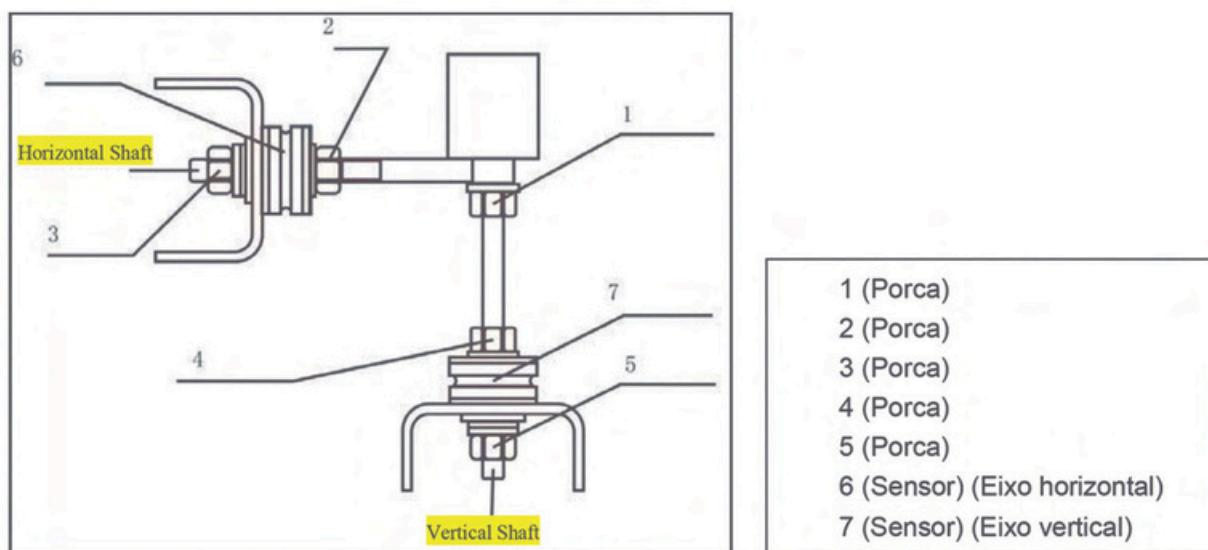

Figura 12-1.
- ① Solte as porcas N° 1,2,3,4,5.
- ② Remova o sensor e o parafuso.
- ③ Troque o elemento sensor N° 6,7.
- ④ Instale o sensor e o parafuso de acordo com a figura 12-1 (preste atenção na direção do sensor)
- ⑤ Aperte a porca número 1 de forma enfática.
- ⑥ Aperte a porca N° 2 para tornar o eixo principal e o flanco do gabinete vertical, e depois aperte de forma enfática a porca N° 3.
- ⑦ Aperte a porca N° 4 (não muito enfaticamente), depois aperte a porca N° 5.